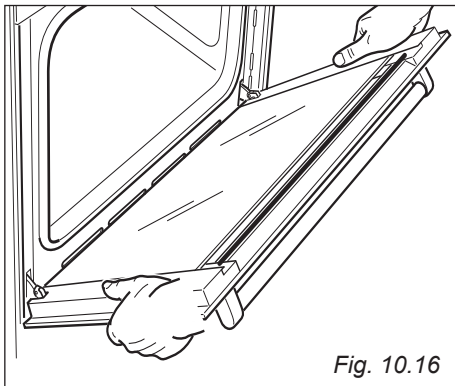

Fig. 10.16
- Impugnare la porta come illustrato in fig. 10.16.